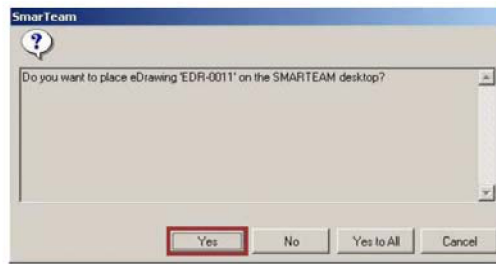

Рис.115
- Нажмите Yes для подтверждения размещения нового документа на рабочем столе SMARTTEAM (рис. 115).